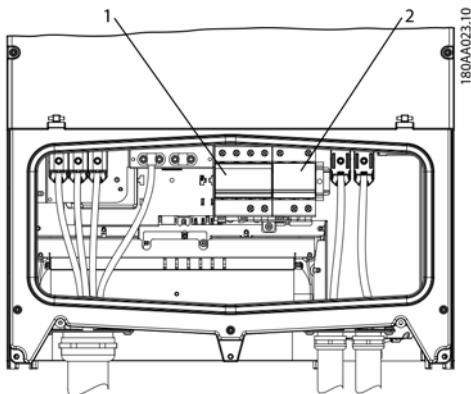

Figura 1.1 Panoramica sull'area di installazione.
3. Fare attenzione agli scaricatori di sovratensioni che hanno un contrassegno rosso nella finestra. Il contrassegno rosso mostra che lo scaricatore di sovratensioni deve essere sostituito. Per la posizione degli scaricatori di sovratensioni vedere figura 1.1